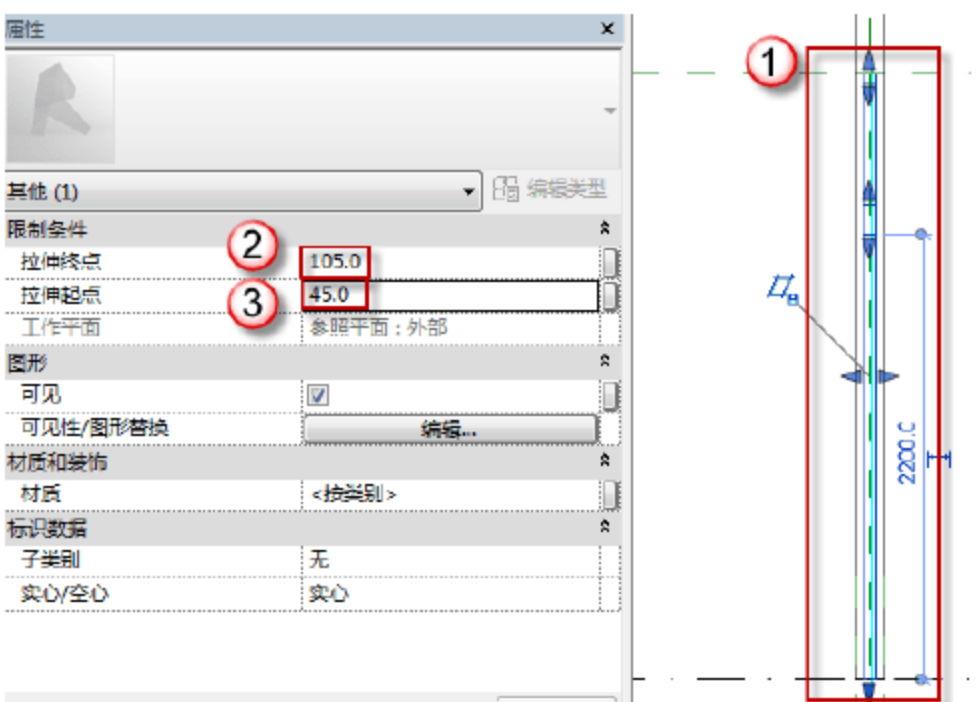

图 6.1.90 修改门框的位置及厚度
(11) 修改门框的位置及厚度。选择绘制好的门框，打开“属性”面板，在“拉伸终点”中输入“105”字样，在“拉伸起点”中输入“45”字样，如图 6.1.90 所示。